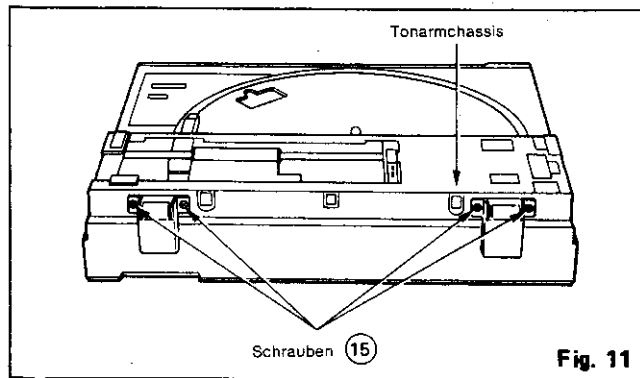

Fig. 11
2) Schrauben Sie die vier Schrauben 15 heraus (siehe Abb. 11).